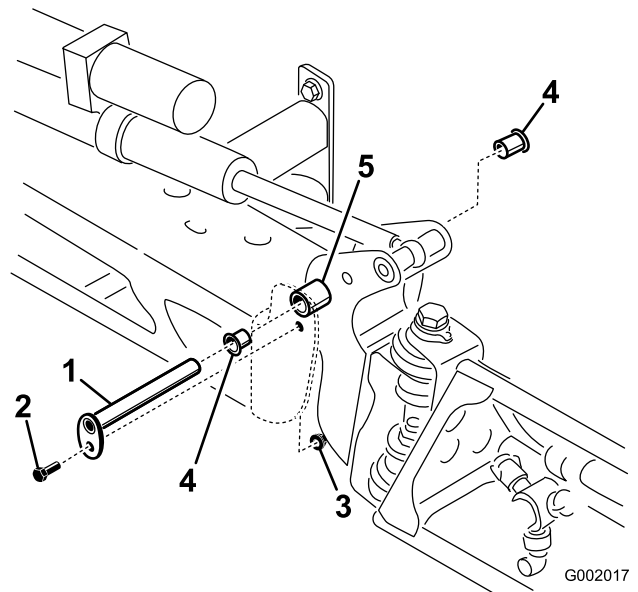

図 71
3. ブームを支えておきながら、ピボット・ピンをブーム・アセンブリに固定しているボルトとナットを取り外す(図 71)。ピボット・ピンを取り外す。
5. ナイロン・ブッシュを取り外し、ピボット・ブラケットの前面および後面側から見て点検する(図 71)。磨耗したり破損したりしている場合は交換する。
7. センター・フレームにブーム&ピボット・ブラケット・アセンブリを取り付け、開口部を整列させる(図 71)。